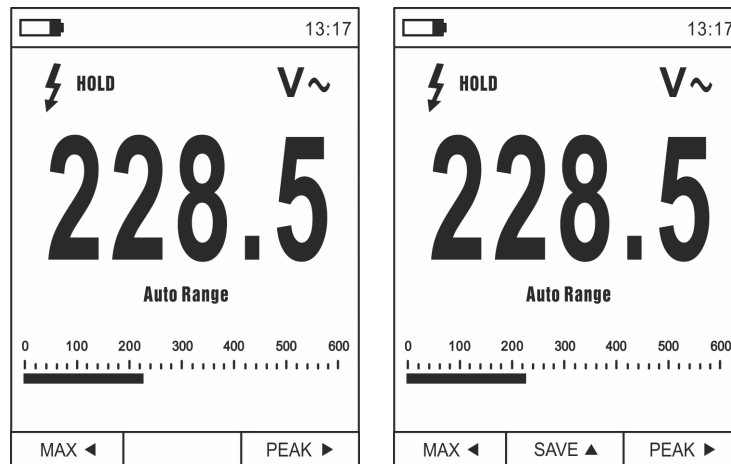

Abb. 7: Speicherung eines im Display eingefrorenen Wertes
1. Drücken Sie die Taste **HOLD/REL**, um das Ergebnis im Display einzufrieren. Die Meldung "HOLD" erscheint im Display (siehe Abb. 7).